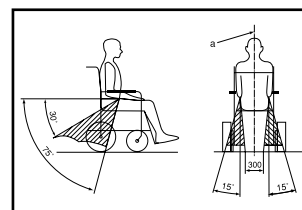

Figure 2
- La ceinture abdominale doit descendre bas au-dessus de la taille de l'utilisateur. L'angle entre la courroie et la surface au sol doit être compris entre 30° et 75° (un angle plus grand est préférable) (voir Figure 2).